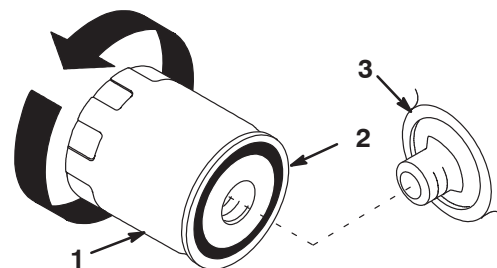

Figure 21
9. Changez le filtre à huile au besoin (Fig. 21).
2. Déposez le filtre à huile usagé et essuyez la surface du joint de l'adaptateur (Fig. 21).
3. Appliquez une fine couche d'huile propre sur le joint en caoutchouc du filtre de rechange (Fig. 21).
4. Posez le filtre à huile de rechange sur l'adaptateur. Tournez le filtre dans le sens horaire jusqu'à ce que le joint rejoigne l'adaptateur, puis donnez 1/2 à 3/4 de tour supplémentaire (Fig. 21).